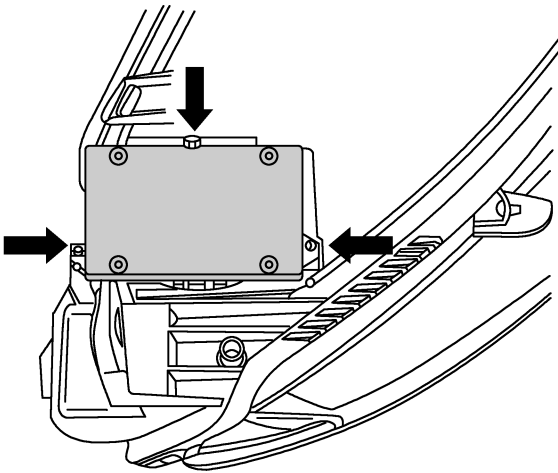

图 11-1-15 拆卸气体放电灯控制单元
(1) 在已关闭点火开关的情况下断开蓄电池的接地线，拆下前照灯。
- (2) 如图 11-1-15 箭头所示，旋出螺栓。
- (3) 将控制单元从前照灯外壳中拔出。